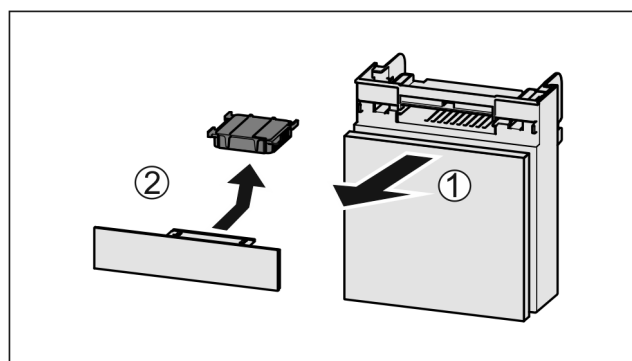

Fig. 126
- ▶ Издърпайте Fig. 126 (1) напред от отделението.
- ▶ Извадете Fig. 126 (2) филтъра с активен въглен.